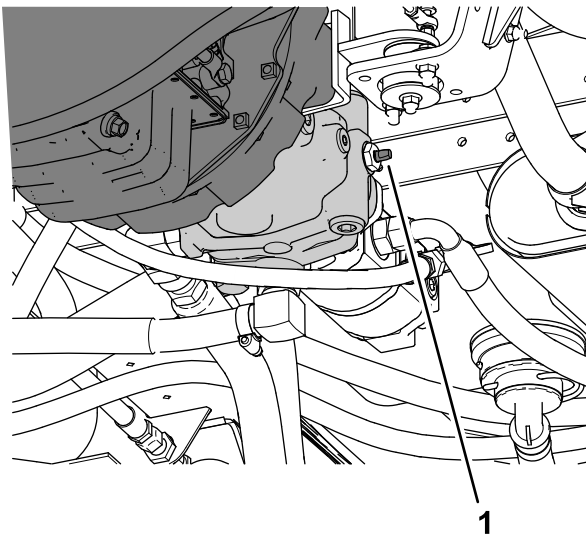

Figure 57
3. Tournez la vanne de remorquage (Figure 57) de 90° dans un sens ou dans l'autre pour l'ouvrir.